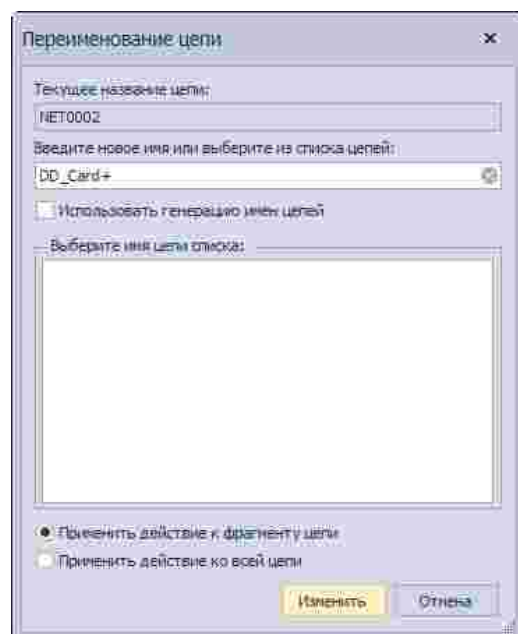

Рис. 116 Переименование первой цепи для создания диффпары
3. Ввести необходимое имя с постфиксом «+» (либо любой другой, сохраненный в системе в окне «Панель управления» суффикс для формирования диффпары) в конце имени, в строке «Введите новое имя или выберите из списка цепей» в появившемся окне «Переименование цепи», см. Рис. 116.